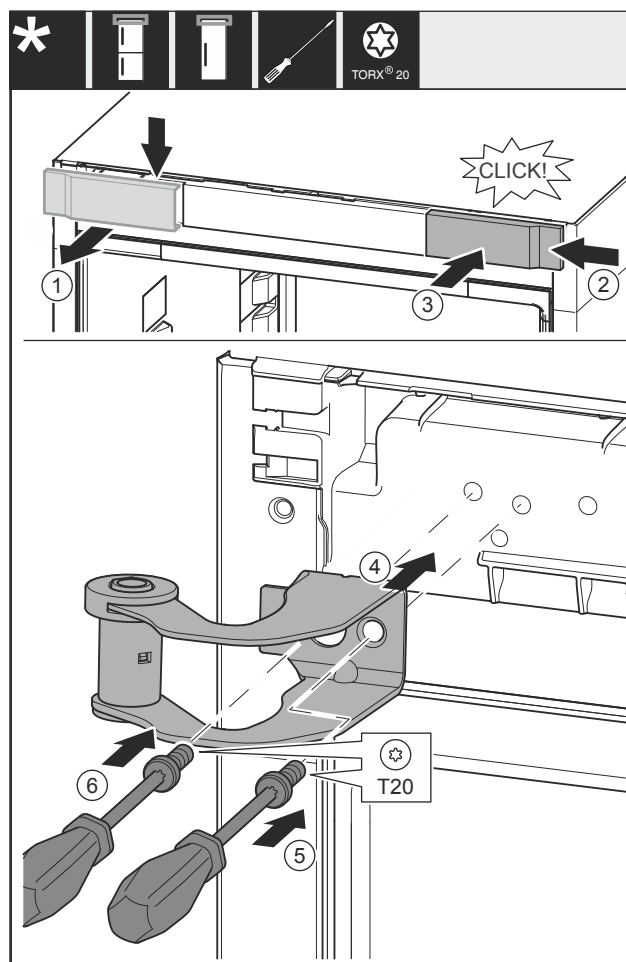

Fig. 14
- ▶ Odeberte kryt Fig. 14 (1) shora dopředu.
- ▶ Kryt Fig. 14 (2) otočený o 180° zavěste na druhé straně zprava.
- ▶ Zaklapněte kryt Fig. 14 (3).
- ▶ Nasad'te horní stojan ložiska Fig. 14 (4).
- ▶ Utáhněte šroub Fig. 14 (5).
- ▶ Utáhněte šroub Fig. 14 (6).